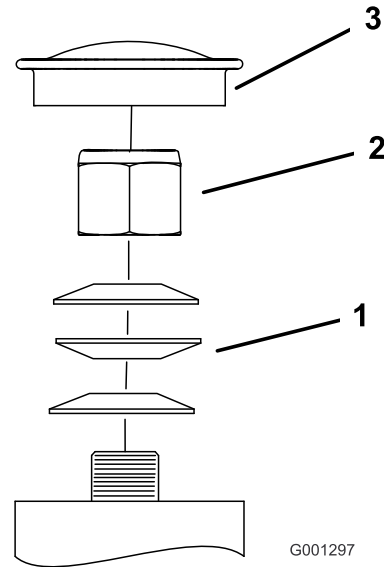

Figure 50
3. Retirez le capuchon antipoussière de la roue pivotante et serrez le contre-écrou (Figure 50).
4. Continuez de serrer le contre-écrou jusqu'à ce que les rondelles élastiques soient aplaties, puis desserrez-le de 1/4 de tour pour obtenir la précharge correcte des roulements (Figure 50).
Important: Veillez à placer les rondelles comme illustré (Figure 50).
5. Remettez le capuchon antipoussière en place (Figure 50).